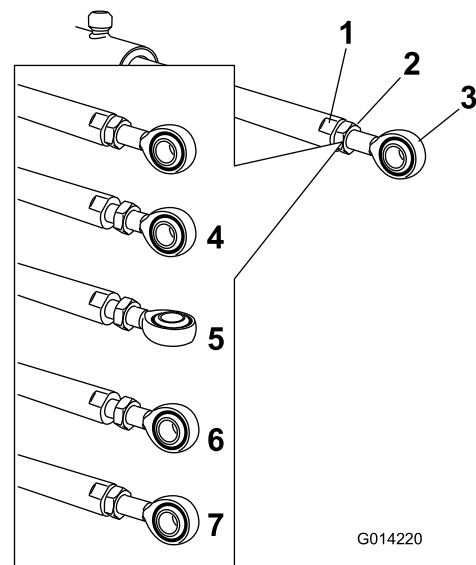

Figura 94
5. Utilize uma chave nos lados planos do acionador para imobilizar e, em seguida, desaperte porca para permitir que a barra do olhal seja manipulada (Figura 94).
6. Rode a barra do olhal na barra do olhal para diminuir ou aumentar o acionador estendido para a posição desejada (Figura 94).